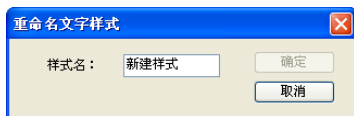

图 9-5 【重命名文字样式】对话框
- “重命名”按钮：单击该按钮，系统弹出如图 9-5 所示的【重命名文字样式】对话框。在其中可以更改选中的文字样式名称，单击“确定”按钮即可完成修改操作。